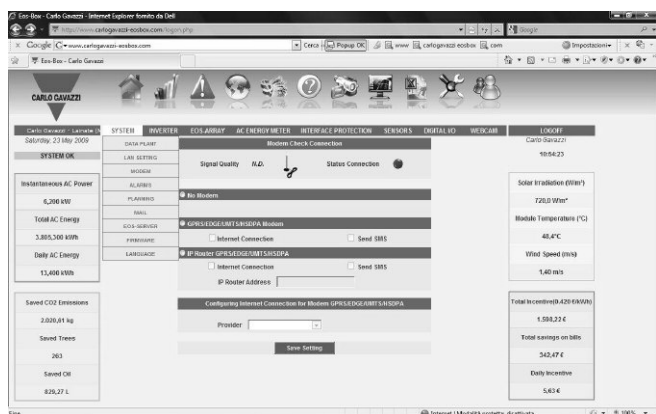
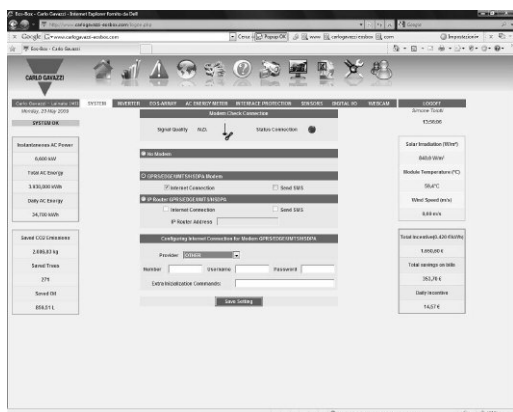

Fig. 19
Fig. 20
- Módem (Fig. 19 y Fig. 20): este submenú permite no solo configurar el módem inalámbrico conectado sino también si funciona. Pueden establecerse los siguientes parámetros: Sin módem; módem GPRS/EDGE/UMTS/HSDPA con conexión a Internet y/o SMS, y dirección de router IP; configuración de la conexión a Internet seleccionando también el proveedor.